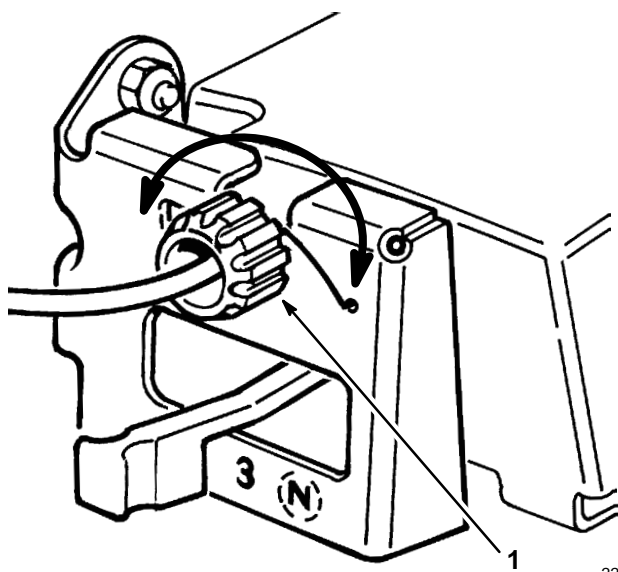

Figure 20
2. AJUSTE (Fig. 20)—Haga girar la perilla de control 1/2 vuelta hacia la derecha si la cortadora no se propulsa sola. Si se mueve muy lentamente hacia adelante, haga girar la perilla 1/2 vuelta hacia la izquierda para aflojar la correa.